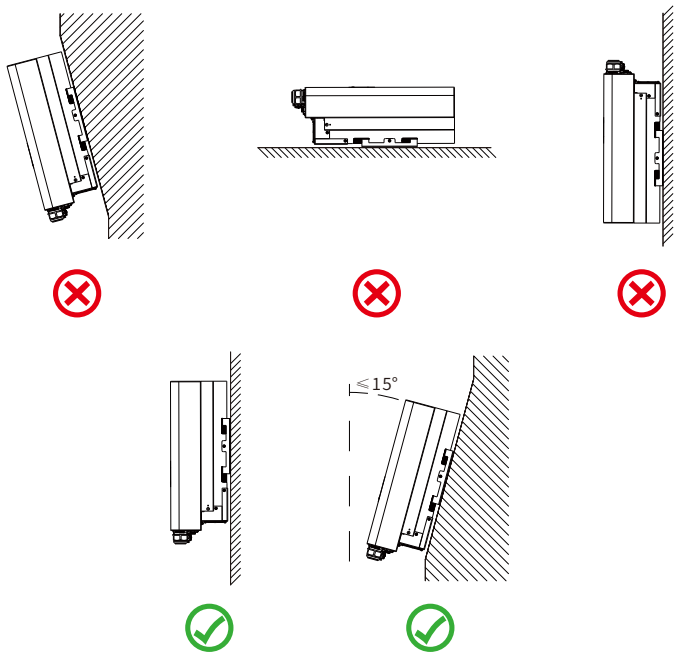

Figura 6. Ângulo de instalação
- Durante a instalação, não exceder uma inclinação de $+15^\circ$. Certifique-se que não haja inclinação lateral, caso contrário irá prejudicar o funcionamento do dissipador de calor, com isso, provocará uma diminuição na tensão de saída menor que a esperada. (Figura 6)